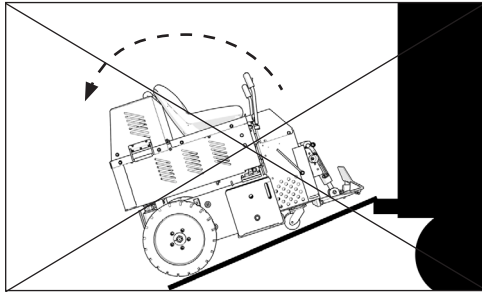

FIG. 2
**ATTENTION** : LA MACHINE EST LOURDE À L'ARRIÈRE. NE PAS L'UTILISER SUR UNE PENTE RAIDE, ELLE POURRAIT SE RENVERSER ! (FIGURE 2). NE PAS UTILISER DE RAMPE POUR DÉPLACER LA MACHINE.